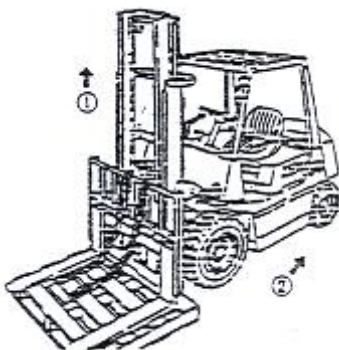

Рисунок 2-19
- (1) Поместите паллет на вилы погрузчика и поставьте его на ровную поверхность.
- (2) Опустите вилы, чтобы паллет коснулся земли
- (3) Отсоедините верхнее крепление цепи и снимите цепь с колеса.
- (4) Поднимите внутреннюю мачту (Поз. 1 на Рис. 2-19).
- (5) Сдайте на погрузчике назад после подтверждения того, что рама ви́л была отсоединена от внутренней мачты (Поз. 2 на Рис. 2-19).
- (6) Замените главный ролик.